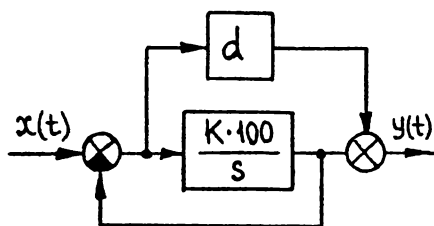
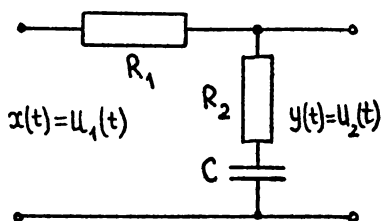

Рис.17
Рис.18
18. Определите передаточную функцию для структурной схемы, изображенной на рис.17. Сравните выражение с передаточной функцией электрической цепи, изображенной на рис.18.
19. Исследуйте моделированием переходные функции этой системы для $K = 1$ и $d = 0; 0,2; 0,5; 1,0$. Обратите внимание на поведение системы при $d = 1,0$. Объясните физический смысл коэффициента d на примере схемы рис.18. Полученным переходным функциям поставьте в соответствие логарифмические амплитудные и фазовые частотные характеристики.
20. Пронаблюдайте переходные функции системы (рис.17) при $d = 0,2$ для $K = 0,5; 1,0; 2,0; 5,0; 10,0$. Объясните полученные результаты.